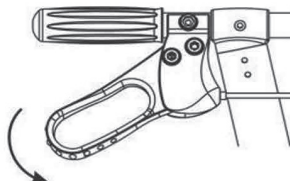

Abb.2
2. Um die Feststellbremse zu betätigen, drücken Sie den Bremshebel nach unten, bis er gesperrt wird (Abb. 2).